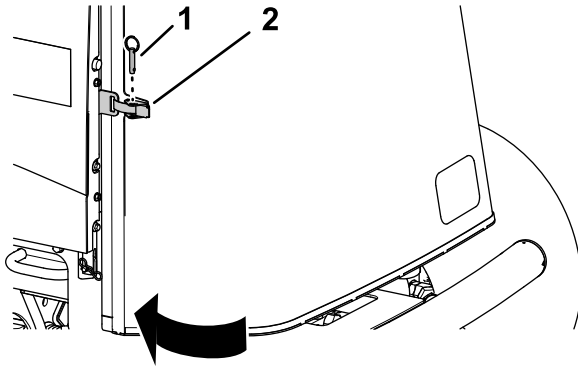

Figura 96
1. Închideți și blocați ecranul (Figura 96).